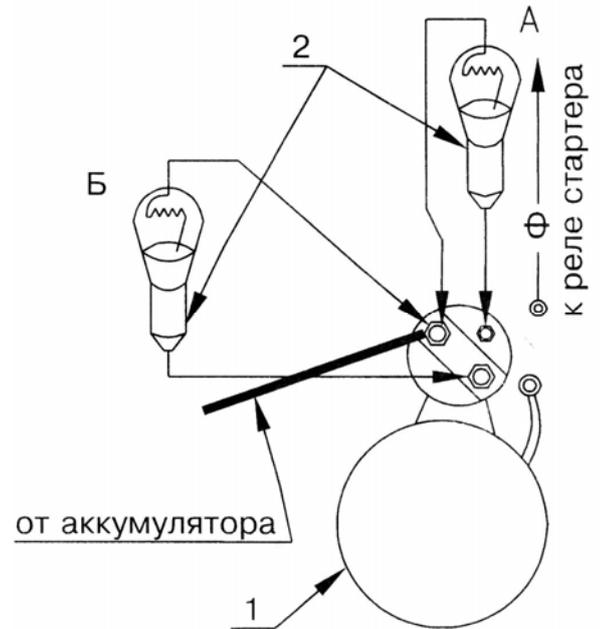

Рис.5. Проверка исправности обмоток тягового реле стартера «МЗ».
- 2) включите выключатель «массы» и подключите контрольную лампу к клеммам тягового реле стартера как показано на (рис.5). Лампа должна гореть неполным накалом при исправных обмотках тягового реле.